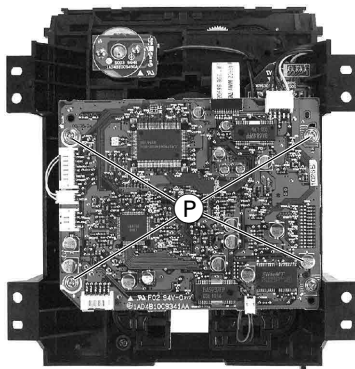

Fig. 7
- 4 Schrauben (P) (Fig. 7) herausdrehen und Laufwerkplatte abnehmen.
- Undo the 4 screws (P) (Fig. 7) then remove the drive board.